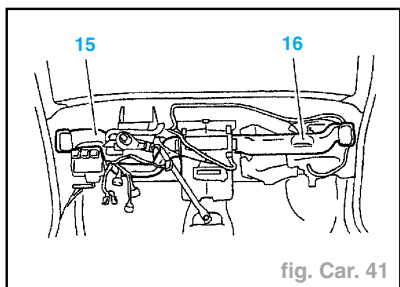

fig. Car. 41
**Attention :** Vérifier que les conduits d'air (15) et (16) soient en place (fig. Car. 41).